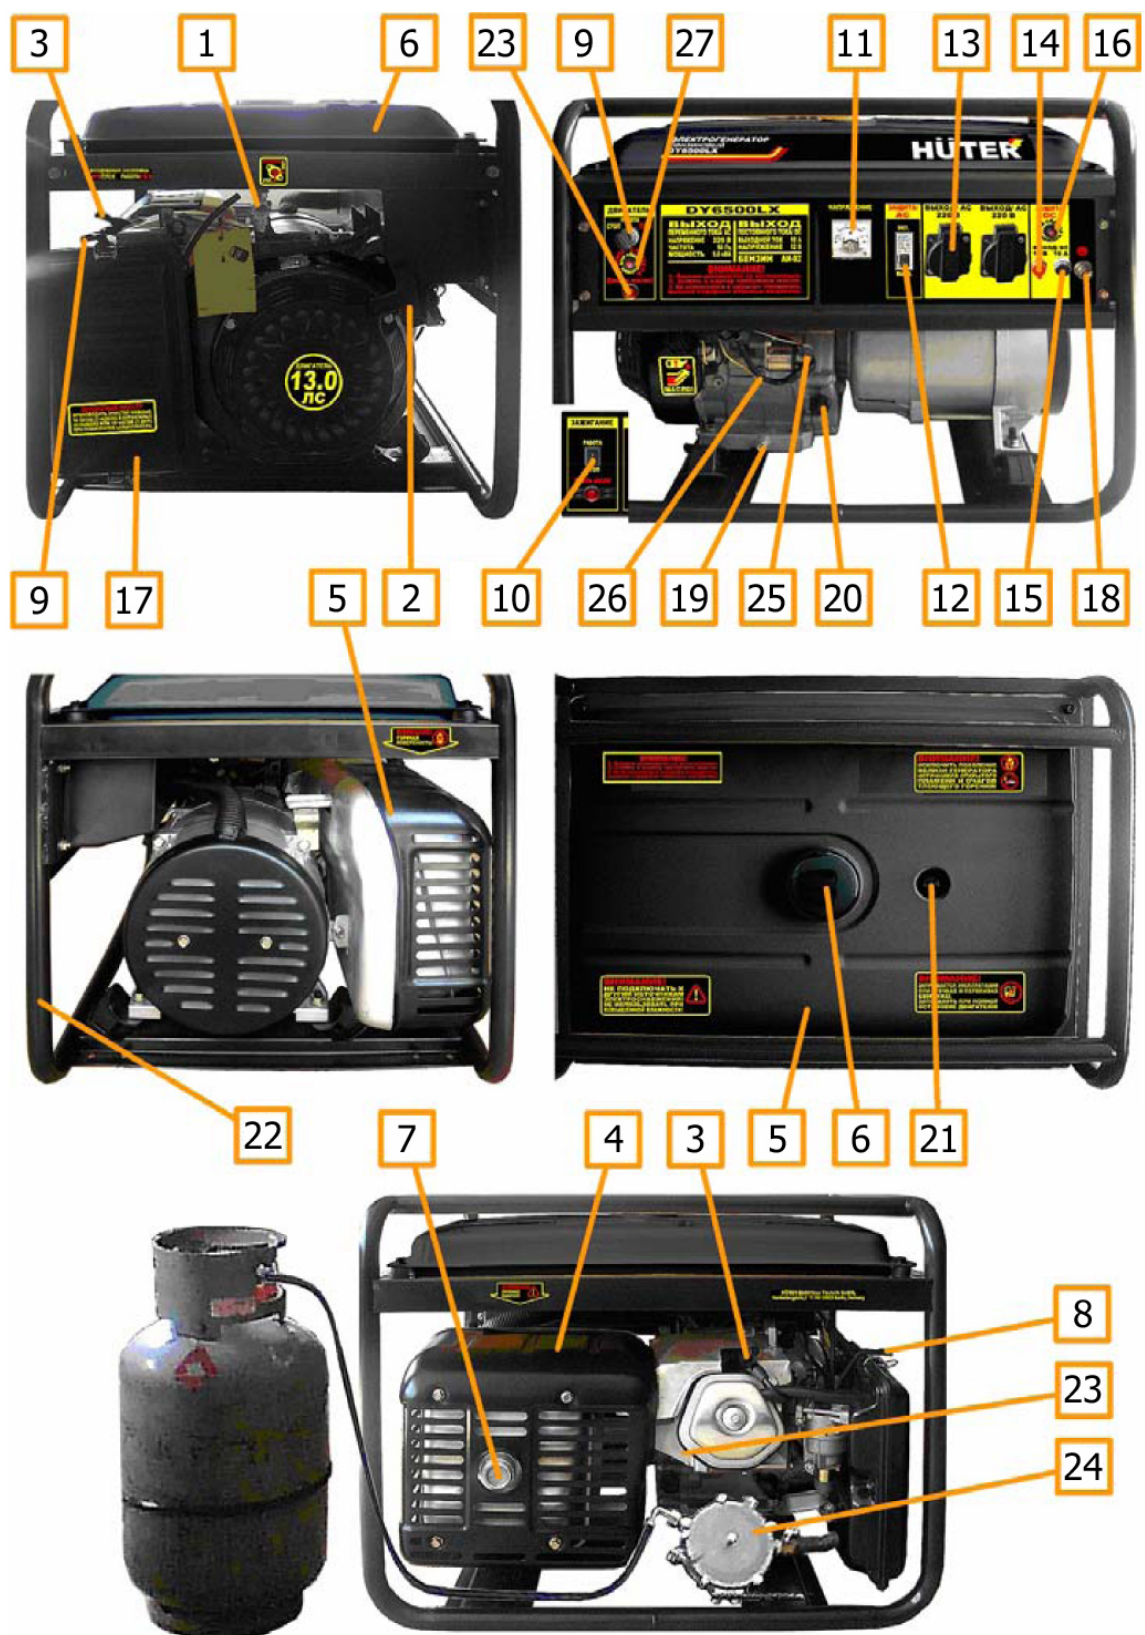
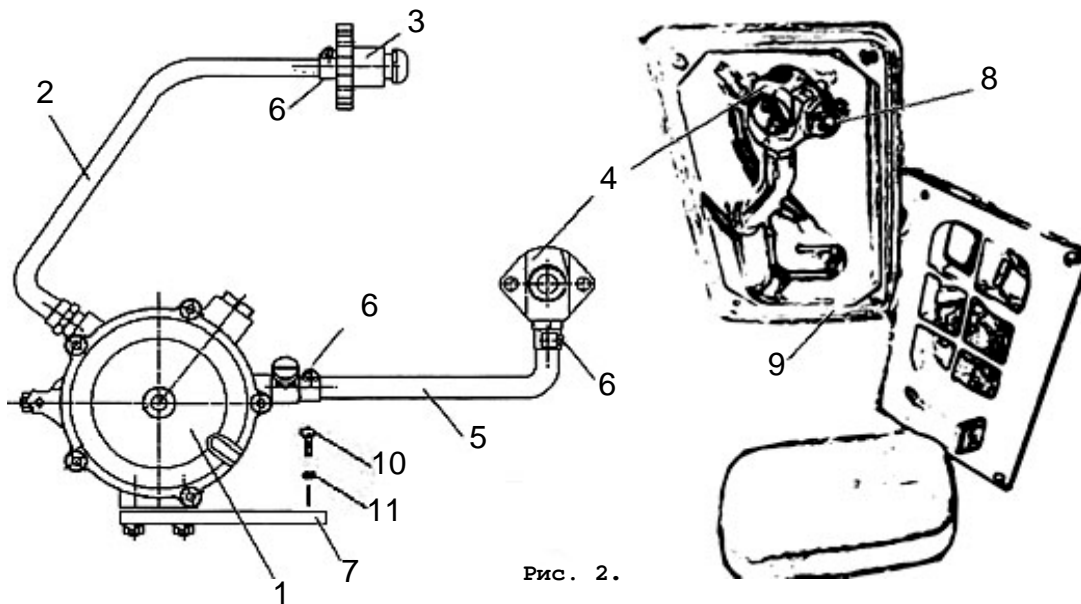
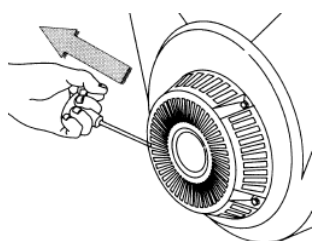

Рис. 1
Рис. 2.
Рис. 3
- Вывинтить щуп (поз.20 рис.1) и залить в картер масло соответствующего типа (таблица 2 п.8) до нижнего края горловины. Вставить чистый сухой щуп в горловину картера и вынуть его. Проверить уровень масла: граница смоченной области щупа должна располагаться между отметками минимального и максимального уровней.
– При установке генератора следует подключить к резьбовой клемме (поз. 18) (рис. 1) проводник заземляющего устройства, удовлетворяющего требованиям раздела «Обеспечение требований безопасности».
1. В качестве топлива используется бензин марки АИ-92, а также бытовой сжиженный баллонный газ: пропан и пропан бутан, в случае установки газовой системы питания (поз. 24 рис. 1), см. также рис. 2;
2. Газовый шланг высокого давления (поз.2 рис.2) укомплектован штуцером (поз.3 рис.2) для подключения к бытовому газовому баллону с резьбой: M22×1.5 LH. Допускается
4. Установить лоток аккумуляторной батареи GG-H650-M22-E в соответствии с каталогом запасных частей. Подключить провода аккумуляторной батареи поз. GB1 (Приложение 1) к клеммам (поз.25, 26 рис.1), строго соблюдая указанную полярность.
1. Отключить все потребители переменного тока от генератора, переведя рычаг автоматического выключателя (поз.12 рис.1) в отключенное положение «0», отсоединить потребители постоянного тока от клемм (поз.14, 15 рис. 1).;
2. При использовании бензина открыть топливный кран (поз.1 рис.1) при закрытом вентиле газового баллона, (см. также рис. 4), или открыть вентиль газового баллона при закрытом топливном кране (поз.1 рис.1) в случае использования газа.
3. При использовании бензина перевести рычаг управления воздушной заслонкой (поз.8 рис.1) в крайнее левое положение при пуске холодного двигателя и в промежуточное положение при пуске прогретого двигателя. При использовании газа нажать на несколько секунд кнопку в центре регулятора (поз.1 рис. 2) для заполнения впускной трубы газом, затем отпустить кнопку.
4. Перевести выключатель двигателя (поз.9, 10 рис.1) в отключенное положение «0» или «СТОП»
5. Плавно вытянуть до упора трос ручного стартера за ручку (поз.2 рис.1) и вернуть в исходное положение (см. также рис.3)
6. Перевести выключатель двигателя (поз.9, 10 рис.1) во включенное положение «1» или «РАБОТА».
7. При ручном пуске, придерживая генератор за раму, резко с интенсивным усилием вытянуть трос ручного стартера до упора (рис.3), повторив действие несколько раз при необходимости. Если двигатель не запускается, следует изменить положение рычага воздушной заслонки, сдвигая его вправо тем больше, чем выше температура двигателя и окружающего воздуха при использовании бензина или повторить кратковременное нажатие кнопки регулятора при работе на газе, затем повторить пуск. Включение электрического стартера производится поворотом ключа выключателя (поз.9 рис.1) в крайнее правое положение «ПУСК». Сразу после пуска двигателя отпустить ключ выключателя для обеспечения его самовозврата в среднее положение. При срабатывании защиты (поз.27 рис. 1) нажать сброс после остывания автоматического выключателя.
9. При работе на бензине после прогрева двигателя в течение времени около 10-40 секунд, в зависимости от начальной температуры, перевести рычаг заслонки (поз.8 рис.1) в крайнее правое положение, если при этом двигатель работает неустойчиво вернуть рычаг заслонки в прежнее положение и обеспечить завершение прогрева.
ваний безопасности». Полная (сумма активной и реактивной) мощность всех подключаемых потребителей в стационарном режиме не должна превышать значений номинальной мощности, указанных в Таблице 1 п.3. Не допускается длительное превышение номинальной мощности более, чем на 10% свыше номинального значения. Включить автоматический выключатель (поз.12 рис.1), установив его рычаг управления в положение «1».
- При работающем генераторе отключить автоматический выключатель (поз. 12 рис. 1), отсоединить потребители постоянного тока от клемм.
- Перевести выключатель двигателя (поз. 9 рис. 1) в отключенное положение «0».
- Закрыть топливный кран (поз. 1 рис. 1).
- 6.1 Наличие и величина напряжения переменного тока индицируется и измеряется вольтметром (поз. 11 рис. 1).
- 6.2 Причиной отсутствия напряжения при работающем генераторе может служить срабатывание автоматических выключателей защиты цепей от перегрузки (поз. 12, 16 рис.1).